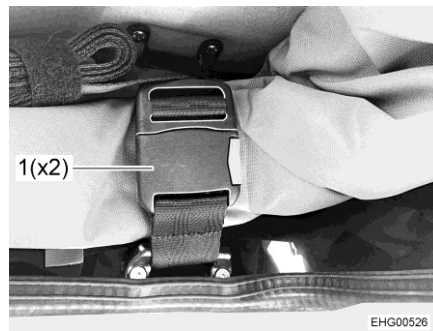

Bild 47 Gurtschloss
- Beide Gurtschlösser (Bild 47,1) öffnen.